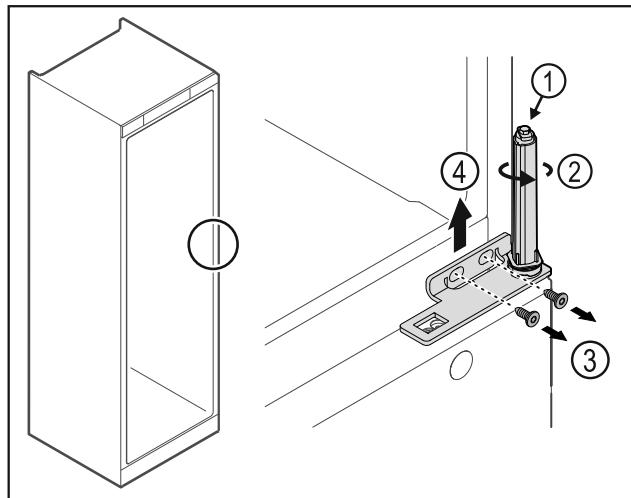

Fig. 22
- No desensamblar el sistema de cierre de la puerta Fig. 22 (1).
- Girar el sistema de cierre Fig. 22 (2) hasta que haga clic.
- Soltar los tornillos Fig. 22 (3), retirar la escuadra de bisagra hacia arriba Fig. 22 (4).